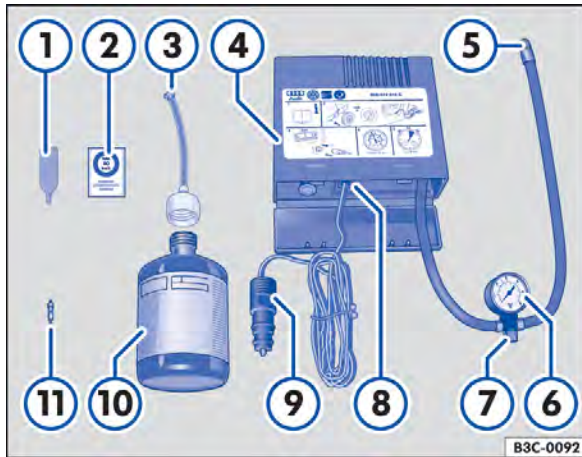

Fig. 239 Representação esquemática: componentes do kit de reparo dos pneus.
O kit de reparo dos pneus encontra-se no compartimento de bagagem sob o revestimento do assoalho. Ele é composto pelos seguintes componentes ⇒ Fig. 239:
- Colar a etiqueta adesiva ⇒ Fig. 239 ② do kit de reparo dos pneus no painel de instrumentos, no campo de visão do condutor.
- Com a chave para remoção do elemento da válvula ⇒ Fig. 239 ①, desrosquear o elemento da válvula do pneu e colocá-lo sobre uma superfície limpa.
- Agitar a garrafa para enchimento dos pneus ⇒ Fig. 239 ⑩ algumas vezes com força.
- Rosquear a mangueira de enchimento ⇒ Fig. 239 ③ com firmeza no sentido horário sobre a garrafa para enchimento dos pneus. A película na tampa é perfurada automaticamente.
- Remover o bujão da mangueira de enchimento ⇒ Fig. 239 ③ e introduzir a extremidade aberta totalmente na válvula do pneu.
- Rosquear novamente o elemento da válvula com a chave para remoção do elemento da válvula ⇒ Fig. 239 ① na válvula do pneu.
- Rosquear a mangueira de enchimento dos pneus ⇒ Fig. 239 ⑤ do compressor de ar com firmeza na válvula do pneu.
- Verificar se o parafuso de sangria de ar ⇒ Fig. 239 ⑦ está fechado.
- Encaixar o conector do cabo ⇒ Fig. 239 ⑨ em uma tomada 12 V do veículo ⇒ Página 172.
- Ligar o compressor de ar com o interruptor LIGA-DESLIGA ⇒ Fig. 239 ⑧.
- Tempo de funcionamento máximo de 8 minutos** ⇒ ①.
Reconectar a mangueira de enchimento dos pneus ⇒ Fig. 239  e ler a pressão dos pneus no indicador da pressão dos pneus ⇒ Fig. 239 .